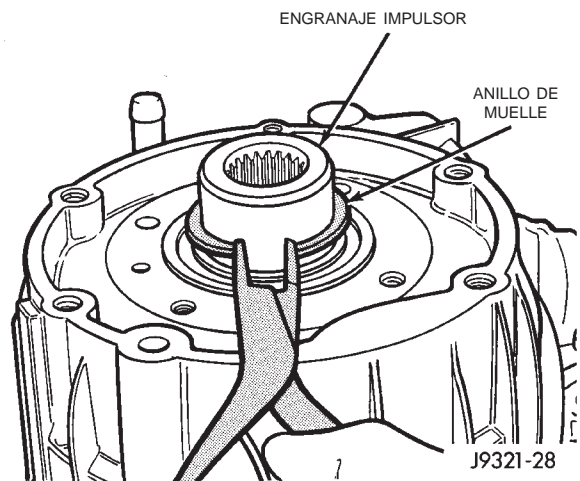

Fig. 58 Instalación del anillo de muelle
(2) Instale el anillo de muelle para sostener el engranaje impulsor y de primera velocidad en el cojinete delantero (Fig. 58).
(3) Limpie los residuos de sellante de junta del retenedor e inspeccione si el retenedor presenta cuarteaduras u otros daños.
(4) Aplique un reborde de 3 mm (1/8 pulg.) de ancho de formador de juntas Mopar® o sellante adhesivo de silicona en la superficie de junta del retenedor.